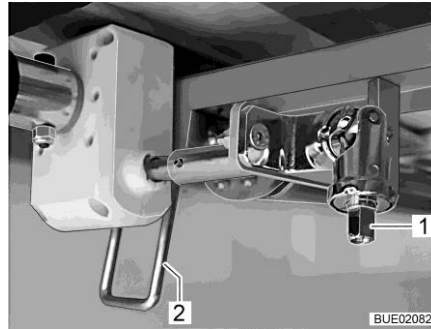

Fig. 136 Réglage en hauteur
- Enfoncer la manivelle sur le tenon (Fig. 136,1).
- Faire pivoter le levier (Fig. 136,2) vers le bas en position verticale.
- Faire pivoter le levier (Fig. 136,2) vers le haut en position horizontale.